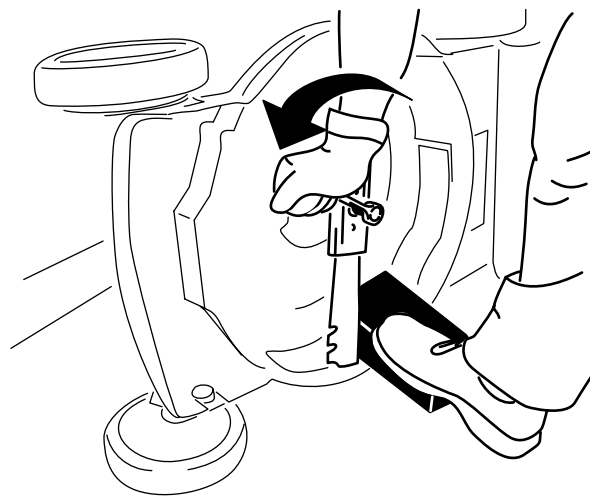

図 49
3. 角材などを使ってブレードをしっかり保持する 図 49。
4. ブレードを取り外す。外したボルト類はすべて保管する 図 49。